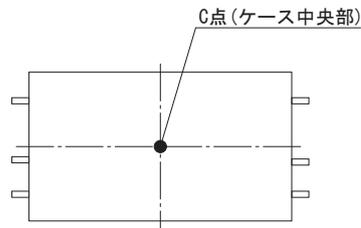

図7.4 強制通風時の温度測定箇所（ケース上面）
■強制通風時（1m/s）は、図7.4のC点の温度が100℃以下となるように通風して、ご使用ください。